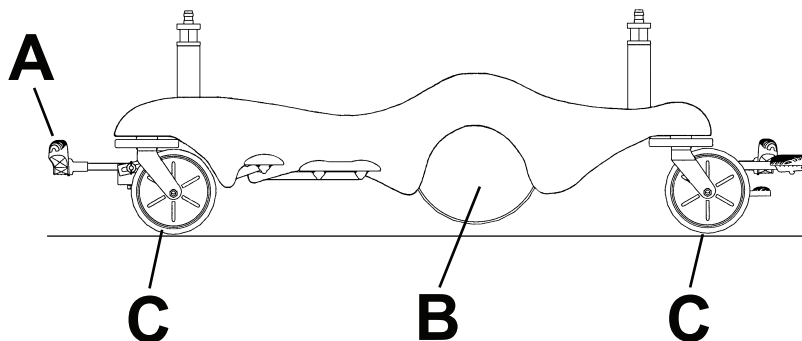

Abbildung 9 – Transportieren ohne Big Wheel
1. Das Brems-/Steuerpedal (A) in die neutrale Position (Abbildung 9) bringen.
- Wenn sich das Produkt in der neutralen Position befindet ist das **Big Wheel** (B) erhöht und das Produkt ruht auf allen vier Laufrollen (C) (Abbildung 9). In dieser Position kann das Produkt in jede Richtung bewegt werden, auch seitwärts.